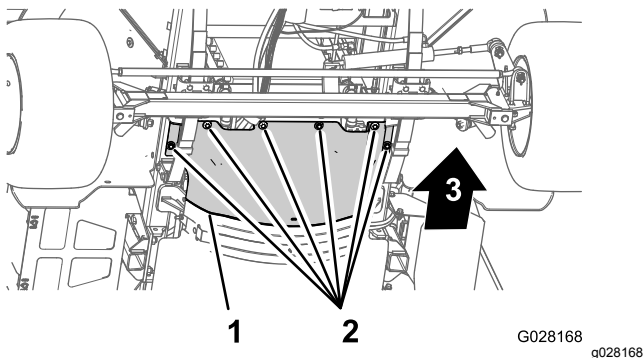

Figure 48
4. Retirez les 6 boulons à tête hexagonale et les 6 rondelles qui fixent le écran pare-chaueur avant au châssis et déposez l'écran (Figure 48).